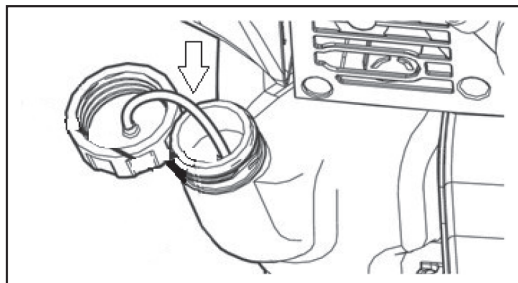

Рис. 13
- Медленно открутите крышку топливного бака (рис. 13).